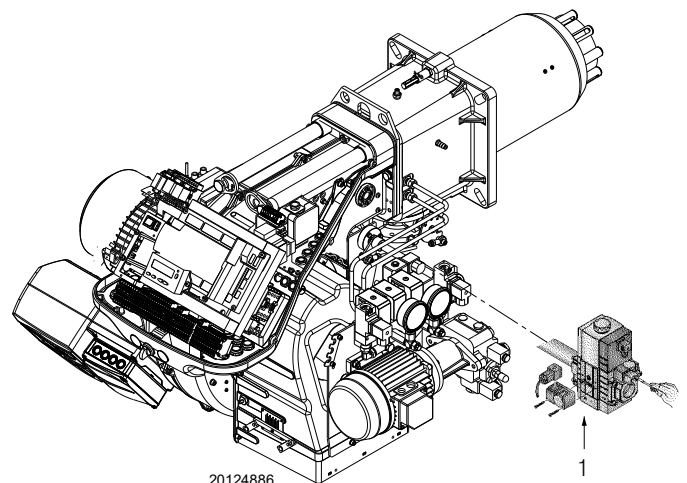

Fig. 40
- Controlar la presión de alimentación del gas conectando un manómetro a la toma de presión 1)(Fig. 40) del presostato gas de mínima: debe ser inferior a la presión máxima permitida de la rampa de gas, que figura en la placa de características.
- Purgar el aire de la línea de la rampa de gas, conectando un tubo de plástico en la toma de presión 1)(Fig. 40) del presostato gas de mínima.